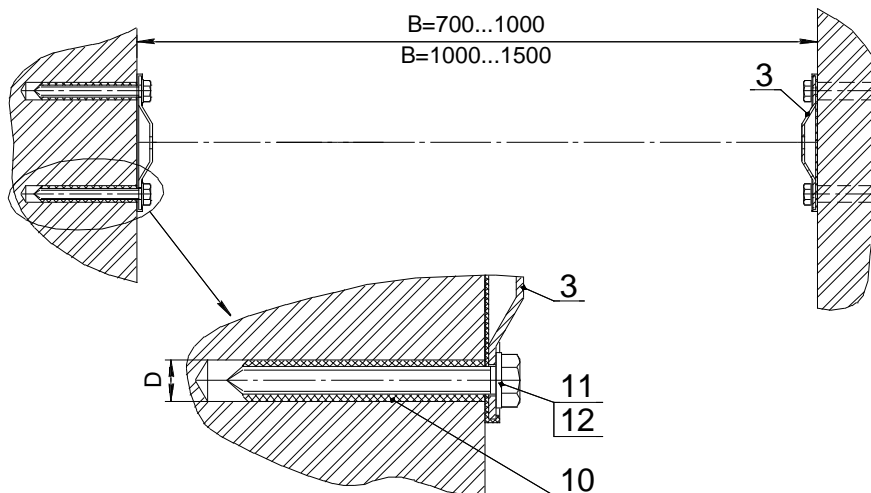

Рис.1
12.2.3 Правильность установки болтов проверять по рис. 1 (размер 70мм max).